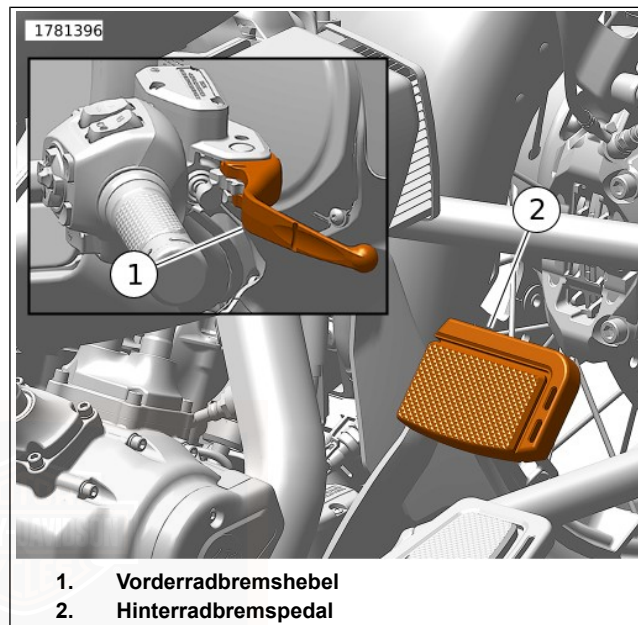

Abbildung 60. Bedienungselemente für Bremsen
Siehe Abbildung 60. Mit dem Vorderradbremshel (1) wird die Vorderradbremse betätigt. Der Hel befindet sich am rechten Lenker. Den Handhel mit den Fingern der rechten Hand betätigen.
Siehe Abbildung 60. Mit dem Hinterradbremspedal (2) wird die Hinterradbremse betätigt. Das Pedal befindet sich auf der rechten Seite. Das Hinterradbremspedal mit dem rechten Fuß betätigen.